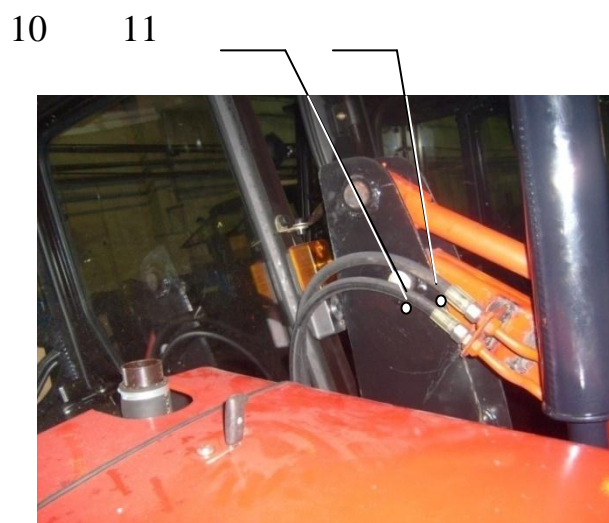

Рисунок 15. Подключение трубопроводов сменного инструмента.
- соединить РВД поз.11 длиной 1800 (см. рис. 15, 16) Кран поз.14 с Трубопроводом сменного инструмента поз.13;
- соединить РВД 10 длиной 2600 мм (см. рис. 15) трубопровод сменного инструмента с тройником (поз.7 Схемы гидравлической принципиальной погрузочного оборудования (а));